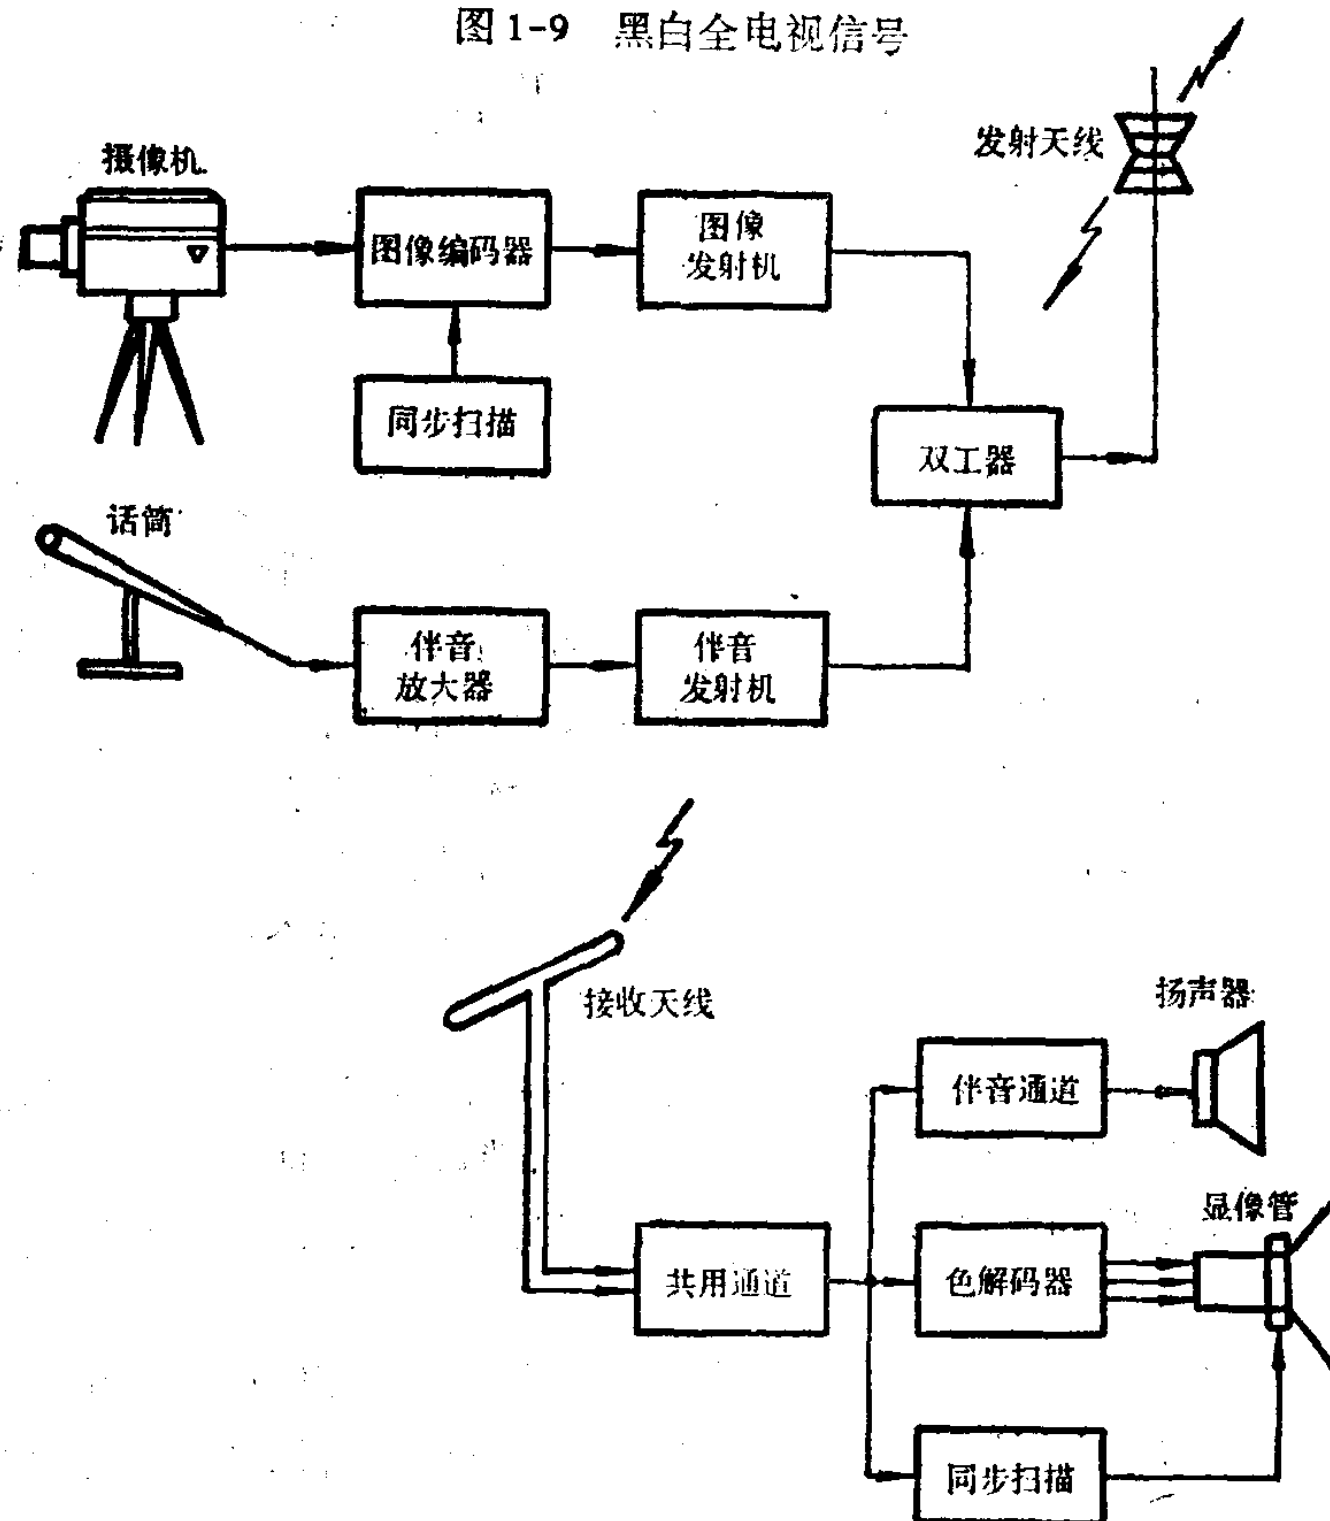

图 1-10 广播电视系统
7. 广播电视系统 在电视技术中,光-电-光的转换是经摄像和显象来实现的,若用无线电方式来传送图象,再配上伴音设备,就构成广播电视系统,如图 1-10 所示。可见,电视系统是由摄像、传输、显象三部分组成。